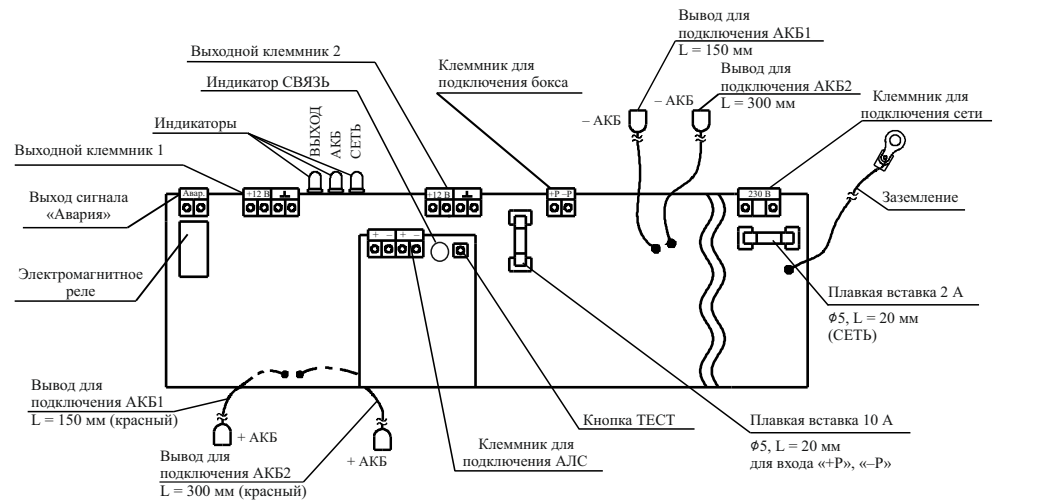

Рисунок 1
- 6.4 Для подключения источника следует использовать провода с сечением, указанным в 2.19. Подключение соединений (рисунок 1) производить в следующей последовательности:
- Если используется только одна АКБ, рекомендуется подключить ее к коротким выводам АКБ 1 (L = 150 мм) в соответствии с цветовой маркировкой (рисунок 1) и выбрать в настройках при конфигурировании системы.